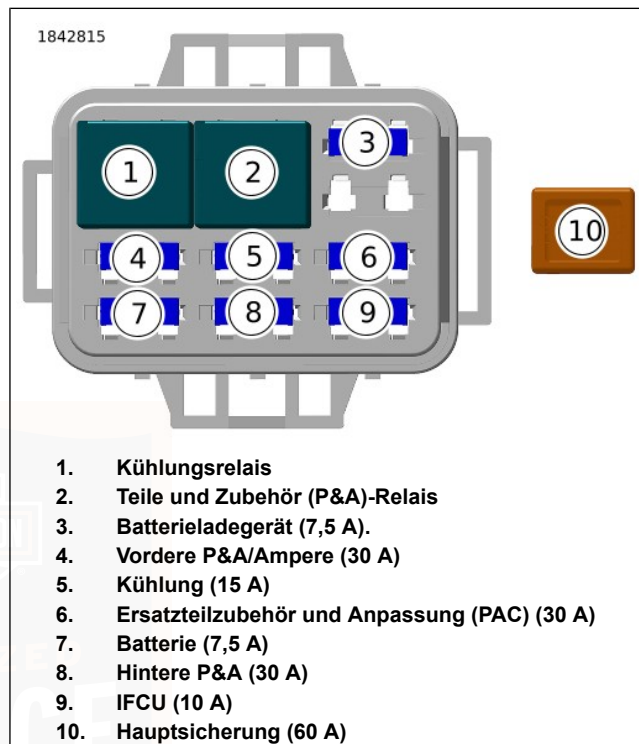

Abbildung 128. Identifizierung von Sicherungen und Relais
4. Siehe Abbildung 128. Die Sicherung entfernen und den Schmelzeinsatz überprüfen.